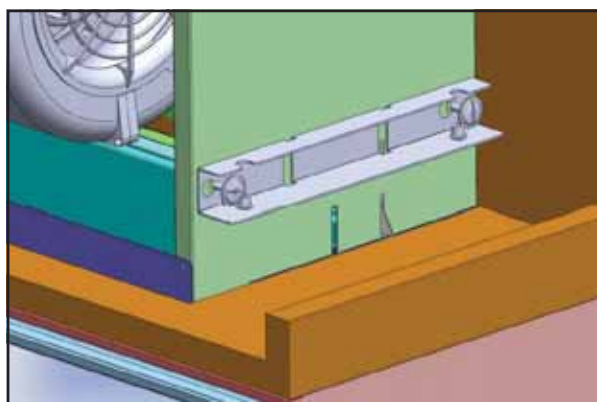

FIG.5
- 4) Fixez les supports supérieurs des cotes gauche et droit du bâti de la hotte à l'aide de deux (2) vis de 3/16 x 3/8 po chacun (Fig.5). Assurez-vous que les deux (2) trous des écrous prisonniers du support sont orientés vers le bas.